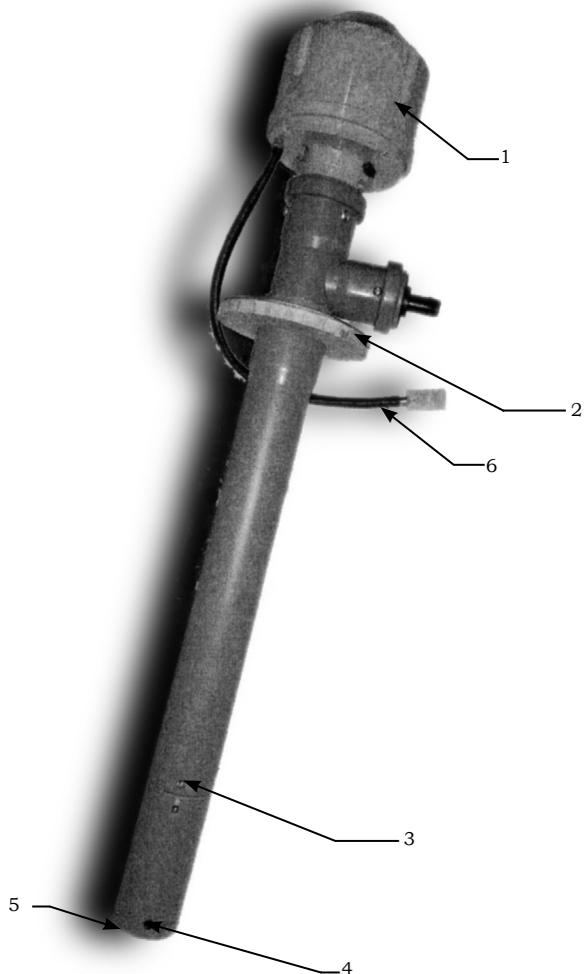

Рис.3.11.
3.9. Насос (рис. 3.11) предназначен для подачи рабочей жидкости на распылитель.